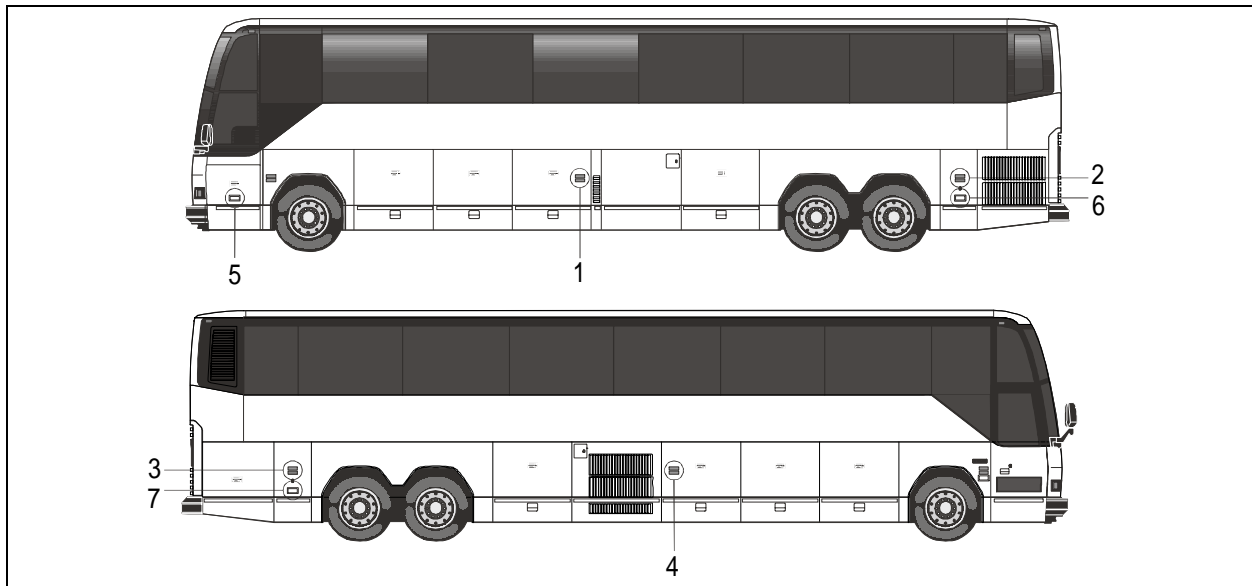

Figure 1: Localisation des feux de gabarit latéraux (items 1 à 4) et des feux halogène (items 5 à 7), modèle type (véhicule H3-45).
B. Feux de gabarit latéraux du compartiment électrique arrière et du compartiment principal d'alimentation (items 2 et 3 de la figure 1)
Procéder aux étapes numérotées de 1 à 10 une première fois pour le feu #2 de la figure 1. Refaire ensuite ces mêmes étapes, mais cette fois pour le feu #3 de la figure 1.
1. Ouvrir la porte du compartiment correspondant au feu dont on souhaite augmenter l'étanchéité (consulter la figure 1, item 2 ou 3);